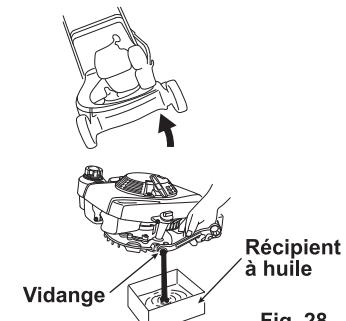

Fig. 28
- Vidangez l'huile moteur en la faisant couler par l'orifice de vidange. (Voir Fig. 28)